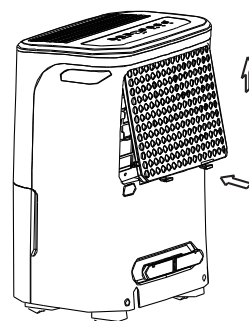

Fig. 10
- Sätt in luftfiltret i enheten från undersidan till uppsidan. Se Fig.10.